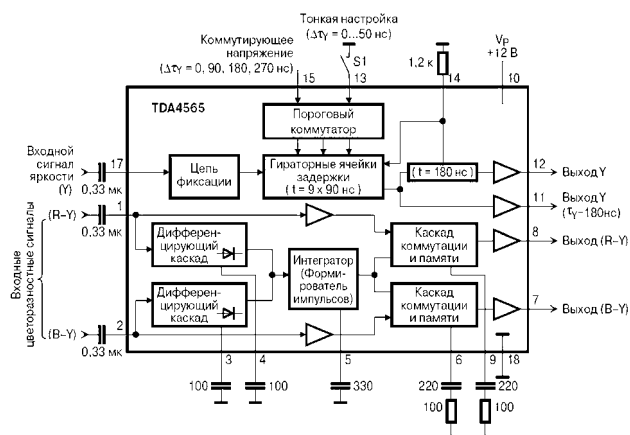

Рис. 14. Микросхема TDA4565
- электронную линию задержки микросхемы TDA4565 (рис. 14) для совмещения во времени яркостной и цветовой составляющих на выходе транскодера.